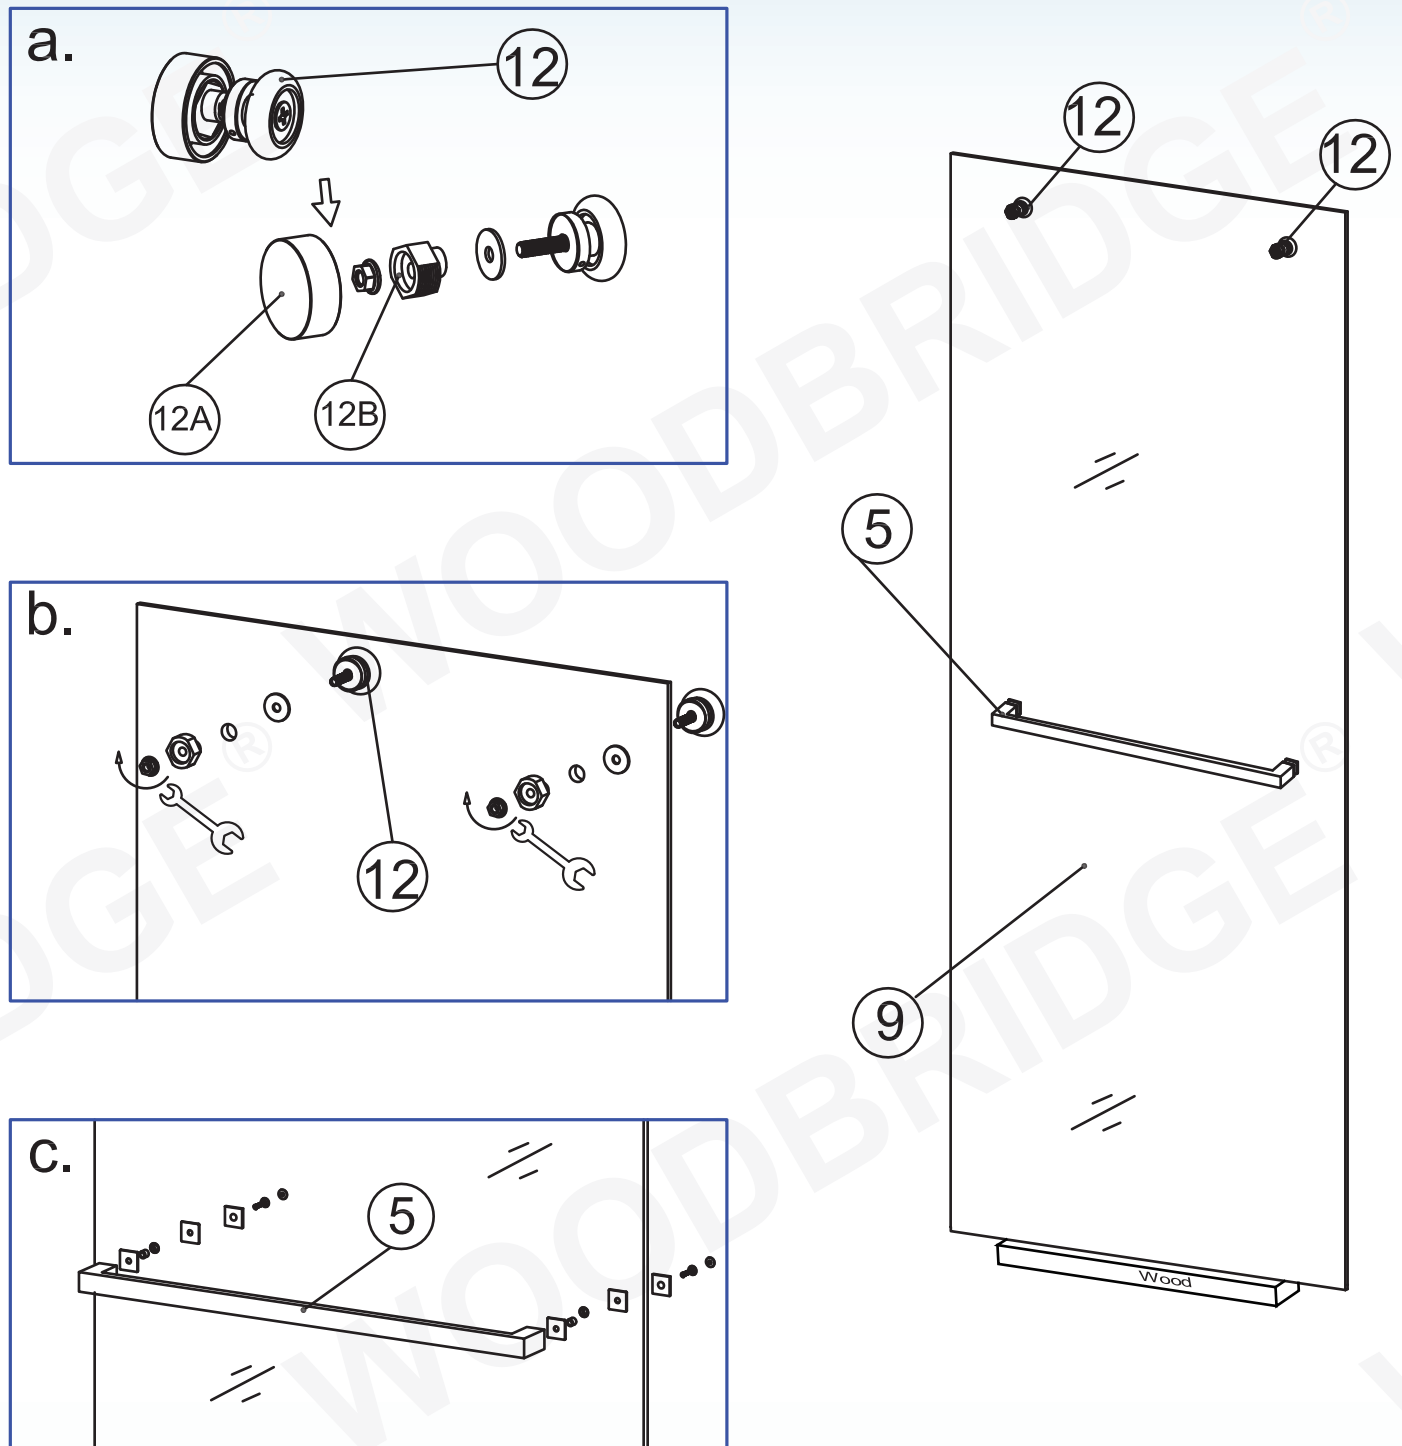

Fig 15
15. Installer les rouleaux intérieurs (12) et les barres à serviettes (5) sur la porte en verre intérieure (9). Voir la Figure 15 pour plus de détails.